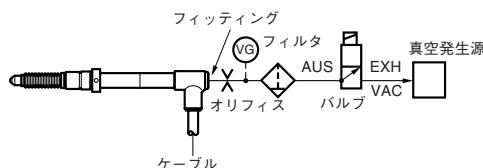
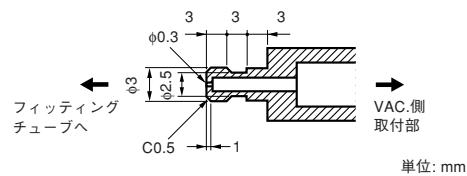

図1.空圧回路
図2.オリフィスの寸法
- エアーリフター取付口を通じて、真空ポンプなどの利用で測定子操作をする場合には、図1のような構成の空圧回路を用いますと、エアー駆動が可能となります。真空圧は40~66.7 kPa程度が適当です。また、吸排気速度をコントロールするため、専用チューブの先には図2のようなオリフィスを設けてください。
- 測長ユニットの取付には、必ず付属の締め付けナット、ウェーブワッシャ、クランプスパン、回り止めピンを用いてください(図1)。
- 測長ユニットに取付けるフィッティングは、図2の形状のものを準備してください。特にM4ねじ部の長さ(測長ユニットにねじ込まれる部分の長さ)は、4.5 mm 以下としてください。長過ぎる場合、測長ユニットを破損することがあります。